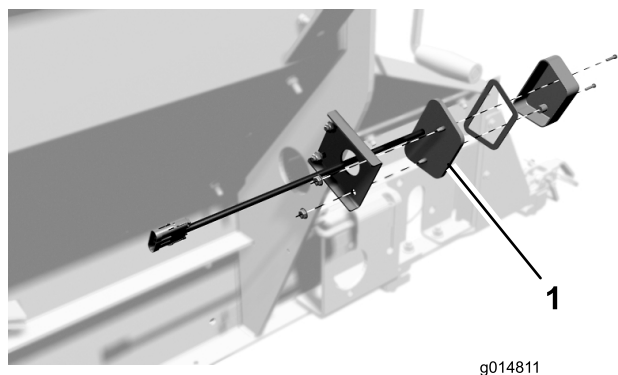

Figura 5
7. Montate un gruppo luce posteriore su ciascuna staffa mediante (2) dadi Palnut (Figura 5). Prima del montaggio, accertatevi che i fili della luce siano inseriti attraverso la staffa. Non serrate eccessivamente i dadi.